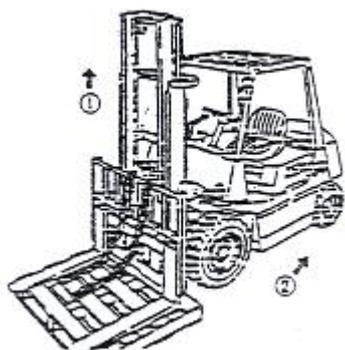

Рисунок 2-53
(1) Установите лоток на вилочный погрузчик, установите вилочный погрузчик на ровном грунте.
(2) Опустите вилы и лоток до уровня пола.
(3) Удалите верхнее крайнее звено цепи и снимите цепь с цепного колеса.
(4) Поднимите внутреннюю раму ходовой части (① см. Рисунок 2-53)
(5) Сдвиньте вилочный погрузчик назад, когда убедитесь, что рама вилок отделена от наружной рамы ходовой части (② см. Рисунок 2-53).
(6) Замените главный ролик